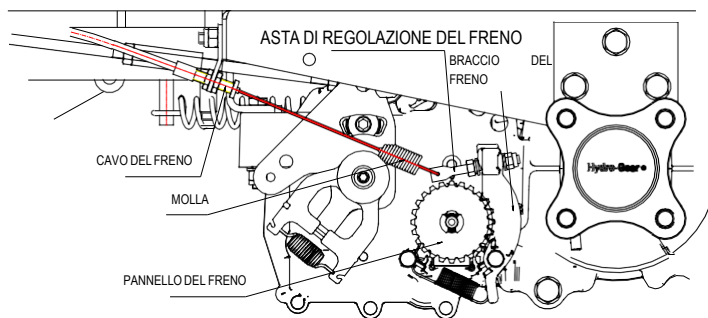

FIG 8 Regolazione del freno
- c) Vedere la FIG 8. Gli ingranaggi del braccio del freno sono accoppiati agli ingranaggi del disco del freno. Regolare il dado della leva di regolazione a molla. Assicurarsi che la molla abbia un'estensione di 12 mm (1/2") quando è allo stato libero. Usare lo stesso metodo per regolare la leva regolabile del freno.